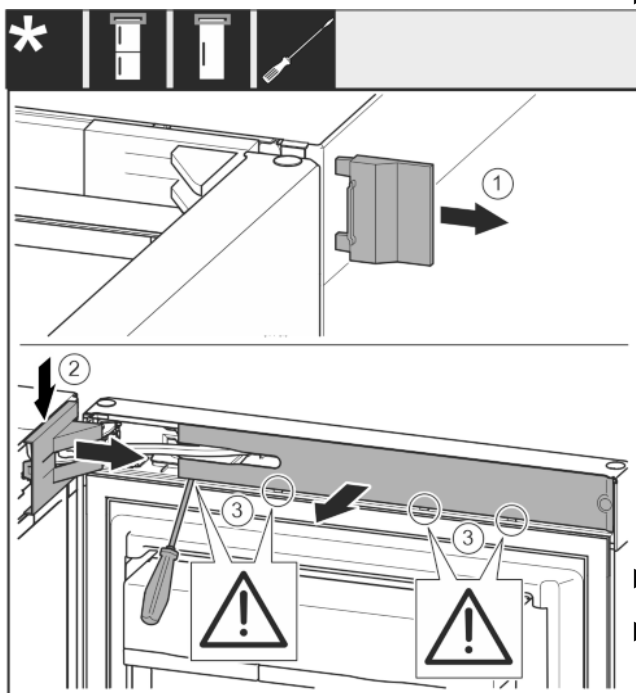

Fig. 6
► Rimuovere la copertura esterna. Fig. 6 (1)
► Disinnestare e allentare la copertura del blocco di supporto. Rimuovere la copertura del blocco di supporto. Fig. 6 (2)
► Disinnestare il pannello con un cacciavite a testa a intaglio e ruotarla lateralmente. Fig. 6 (3)